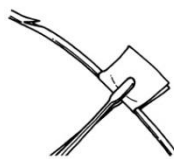

図7
- 1) カテーテルが体外部で破損した際、直ちに非損傷性クランプ又は非損傷性鉗子を使用してカテーテルの破損箇所より皮膚刺入部側をクランプすること（図7）。[失血や空気塞栓のおそれがある。]